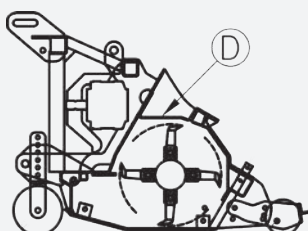

Fig. 4
- un trincia "classico" (Fig. 4) con scarico diretto a terra (opzione: cofano di chiusura D)
- un broyeur "classique" (Fig. 4) avec l'évacuation à terre (option: capot D)
- a "classic" (Fig. 4) shredder with direct download to the ground (option: closing bonnet D)
- Ein „klassischer“ Häcksler (Fig. 4) mit direkter Erdung (Option: Haube D)
- una trituradora "clásica" (Fig. 4) con descarga directa a tierra (opción: capó D)